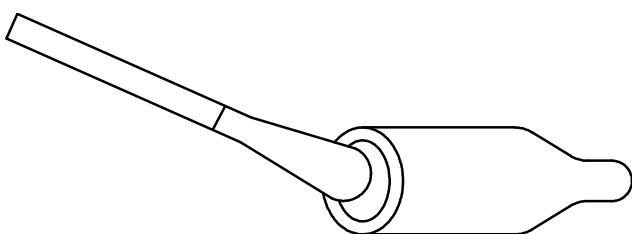

Рисунок 4.3 – Очистка окна УФ-лампы
- о очищать окно УФ-лампы ватной палочкой круговыми движениями с небольшим нажимом (см. рисунок 4.3), пока от соприкосновения с поверхностью не послышится характерный «скрип» (около 15 с);